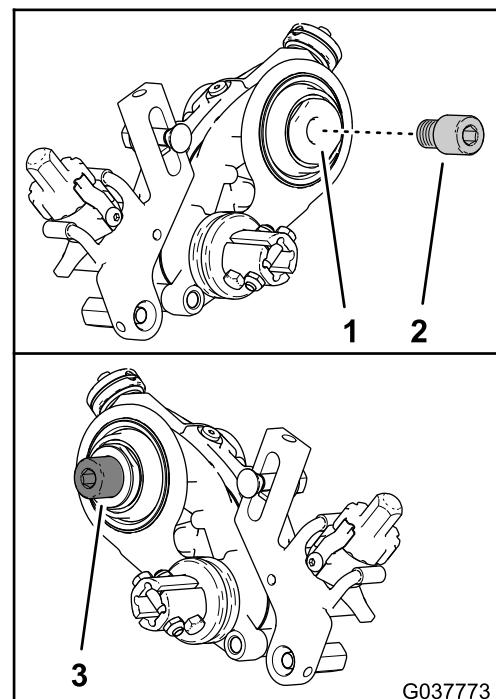

Bild 6
2. Befestigen Sie den geeigneten Spindeladapter an der Antriebswelle (Bild 6). Ermitteln Sie mit der folgenden Tabelle, welcher Adapter verwendet wird.
1. Tragen Sie Gewindesperrmittel auf die Innenseite der Antriebswelle auf (Bild 6).